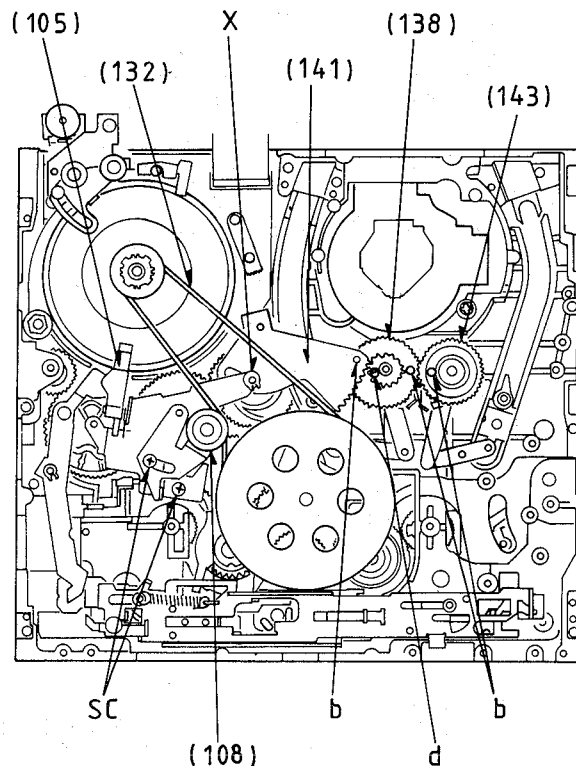

Fig. 56
7.6 Laderäder (138,143), Zahnsegment (141), Bremshebel (105), Spannrollenhebel (108)
- Laderäder (138, 143) so einsetzen, daß sich deren Markierungs-löcher (b) gegenüberstehen (Fig. 56).
- Zahnsegment (141) nach Fig. 56 einbauen. Das Markierungsloch (b) des Zahnsegments (141) muß sich gegenüber der Markierungs-nase (d) des Laderades (138) befinden.
- Bremshebel (105) und Greifring "X" montieren.
- Spannrollenhebel (108) einbauen.
7.6 Loading Gears (138,143), Toothed Segment (141), Brake Lever (105), Tension Roller Lever (108)
- Fit the Loading Gears (138, 143) so that their marked holes (b) are aligned towards each other (Fig. 56).
- Fit the Toothed Segment (141) as shown in Fig. 56. The marked hole (b) on the Toothed Segment (141) must be aligned towards the marked lug (d) on the Loading Gear (138).
- Fit the Brake Lever (105) and the Grip Ring "X".
- Fit the Tension Roller Lever (108).